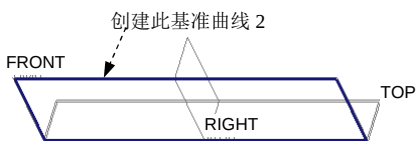
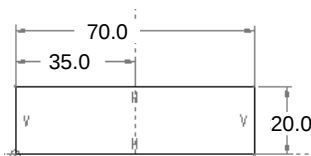

图 10.5.4 创建基准曲线 2
图 10.5.5 截面草图
Step1. 创建图 10.5.4 所示的基准曲线 2（此时视图为 VIEW_ORIGIN）。在操控板中单击“草绘”按钮；选取 FRONT 基准面为草绘平面，TOP 基准面为参考平面，方向为顶；绘制图 10.5.5 所示的草图。